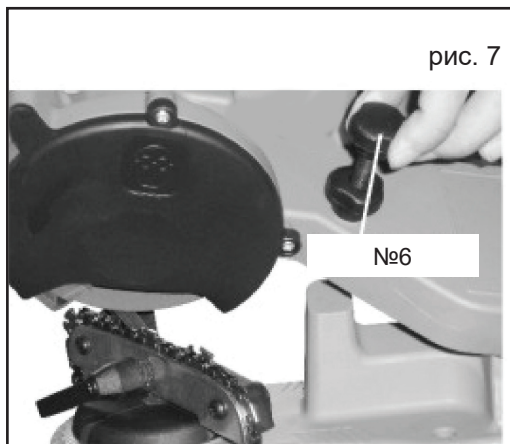

рис. 7
6. Удерживайте его в таком положении до тех пор, пока Вы не затянете стопор (№6) таким образом, чтобы диск мог опускаться только до этой позиции, рис. 7.